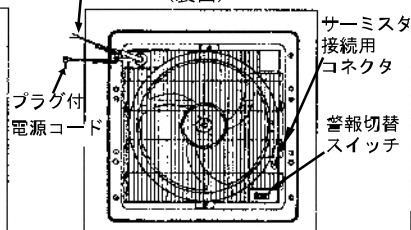
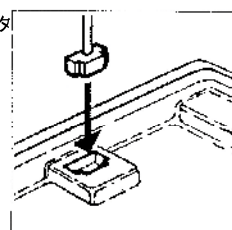

図2
図3
- ・警報切替スイッチにより警報温度の切替及びテストモードへの切替が可能です。(図2)
- ・1mのサーミスタが付属されていますのでコネクタ部分を本体のサーミスタ接続用コネクタに差し込んでください。(図2・図3)